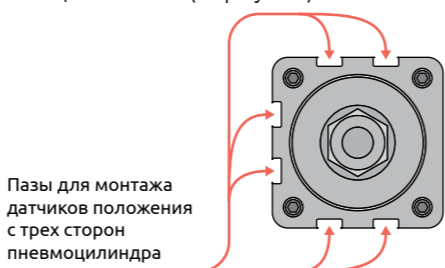

Рисунок 3 – Расположение пазов на корпусе пневмоцилиндра для монтажа датчиков положения
- 5) Для установки магнитных датчиков положения в конструкции пневмоцилиндра предусмотрены специальные пазы (см. рисунок 3).